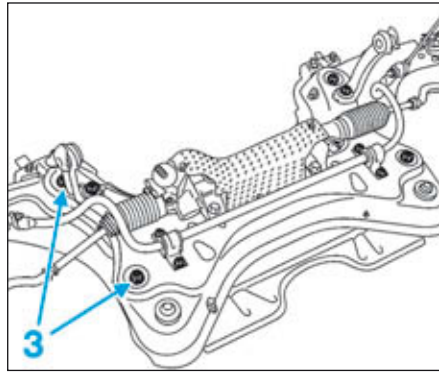

FIG.8
- Déposer les vis de fixation (3), puis déposer le bras inférieur (Fig.8).